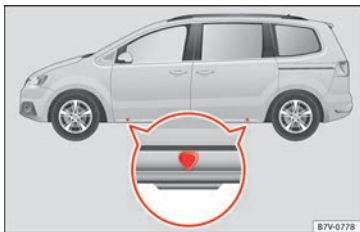

Fig. 69 Puntos de apoyo del gato.
El gato sólo se debe colocar en los alojamientos indicados (marcas en la carrocería) » fig. 69. La marca indica la posición de los puntos de apoyo **debajo** del vehículo. Los puntos de apoyo se encuentran en los nervios situados **detrás** de los cantos delanteros
6. Busque debajo del vehículo el punto de apoyo para el gato » » fig. 69 que se encuentre más próximo a la rueda que vaya a cambiar.